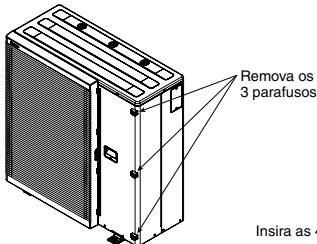

Fig. 6-1
- Remova os 3 parafusos fixos na chapa frontal da cabina. (Fig. 6-1)